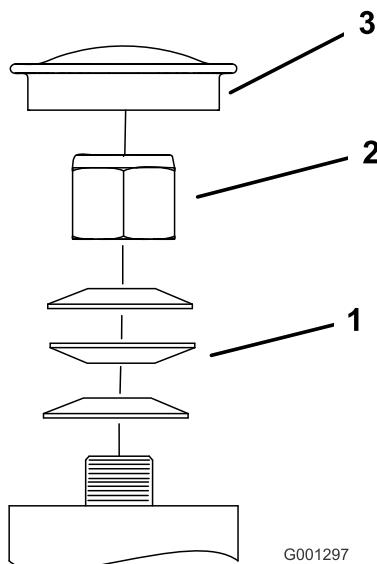

図 47
3. キャスターからダストキャップを外してロックナットを締め付ける図 47。
4. スプリングワッシャが平たくつぶれるまでロックナットを締め付け、その位置から 1/4 回転もどすと、ベアリングに対して適切な予負荷がかかる図 47。
重要 スプリングワッシャが図 47 のように正しく入っていることを確認してください。
5. ダストキャップを取り付ける図 47。